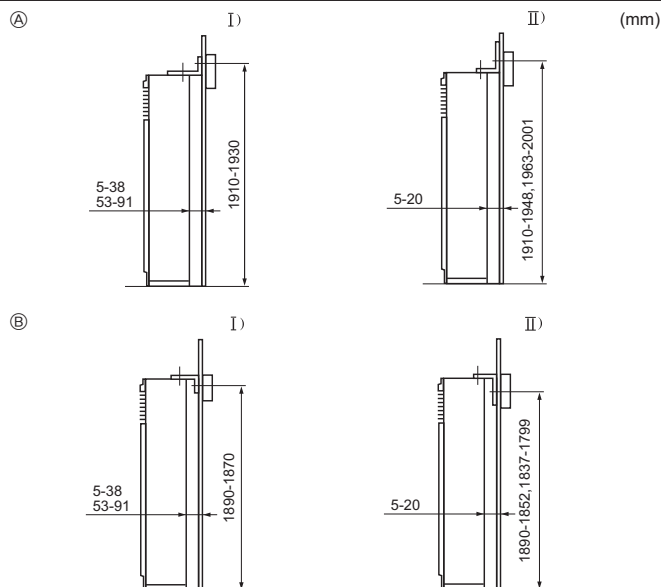

Fig. 3-3
- ① Applique anti-bascule
L'applique anti-bascule ① est installée sur la surface supérieure de l'appareil. Enlever les vis à tôle ② puis réinstaller l'applique, en suivant les indications de l'illustration. Pour obtenir les distances correctes d'installation, se reporter à la Fig. 3-3.
3.3. Installation de l'applique anti-bascule (Fig. 3-3)